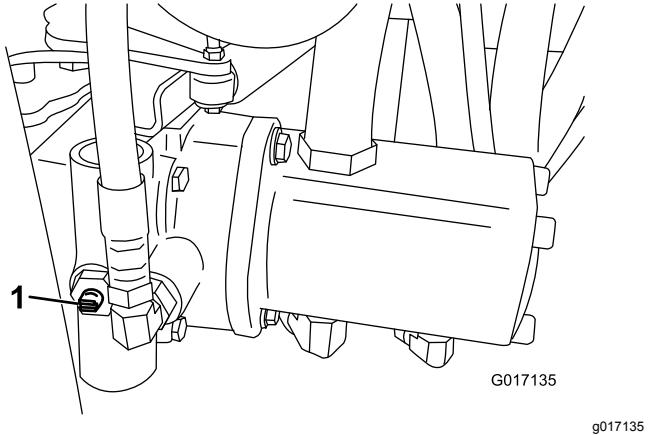

Bild 24
1. Ermitteln Sie das Sicherheitsventil an der Pumpe und drehen es so, dass der Schlitz vertikal ist (Bild 24).
2. Schließen Sie vor dem Starten des Motors das Sicherheitsventil. Drehen Sie den Schlitz des Ventils in die horizontale Stellung (Bild 24). Starten Sie den Motor nie, wenn das Ventil noch offen steht.